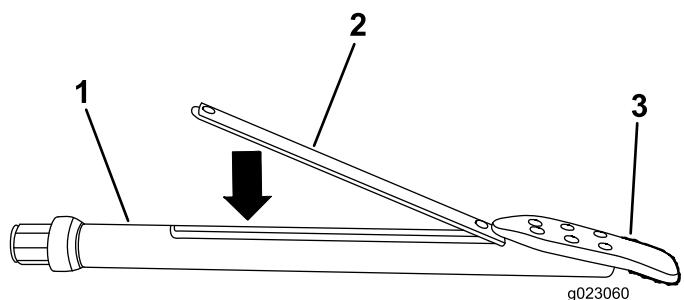

Figura 39
3. Introduzca la sonda transmisora en el portasonda con el extremo delantero hacia la broca (Figura 39).